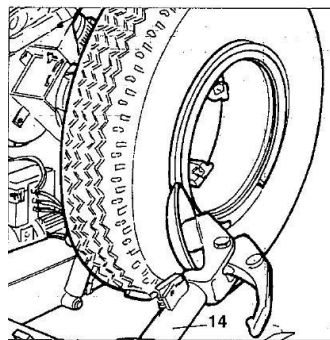

Fig.7.16
1) Sænk værktøjsarmen (14, Fig.7.16) til arbejdsposition indtil den er låst i positionen.
2) Placer vulstløsneren på kanten af vulsten (Se Fig.7.16).
- 6) Flyt værktøjsarmen (14, Fig.7.16) Tilbage til kanten af fælgen. Frigør krogen og tip armen tilbage til hvilestilling.